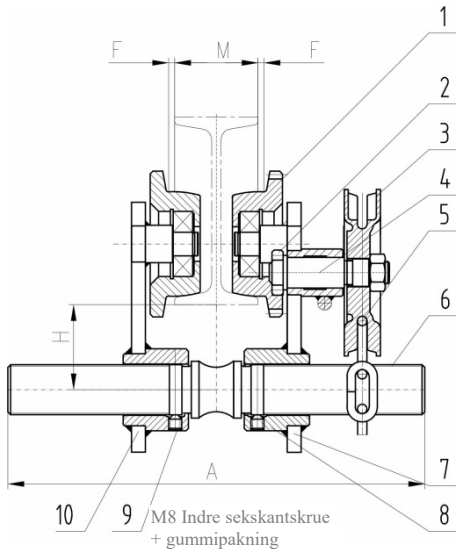

Fig1: KJETTINGDREVET LØPEKATT
1. Kjettingdrevet løpekatt (se fig. 1) er konstruert av en venstreplate (10), høyreplate (7), løfteaksel (6), hengehylse (8), håndhjul (3) og aksel (4) osv.